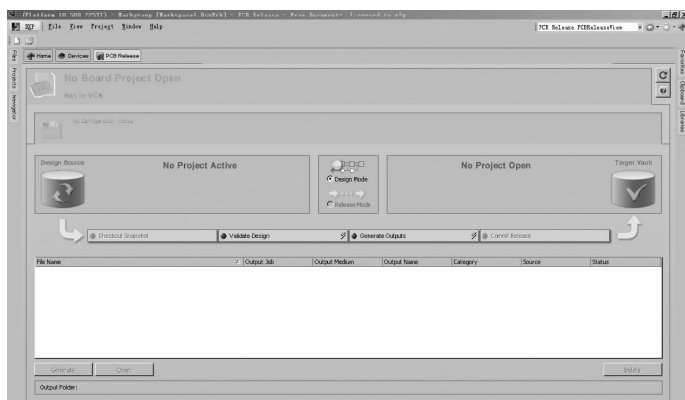

图 1-9 PCB 发行窗口
(6)PCB Release View 命令:用于打开 PCB 的发行窗口,如图 1-9 所示。